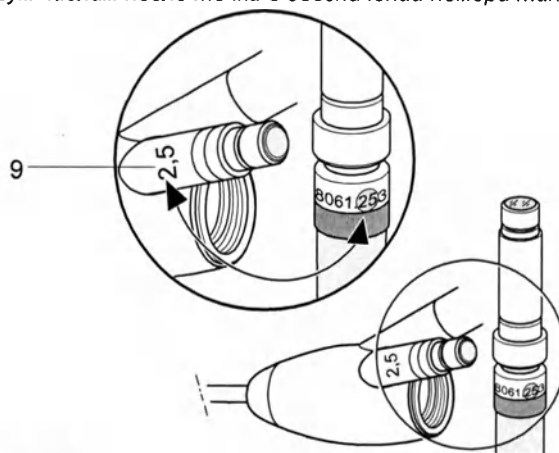

Рис. 3
Числовая характеристика диаметра волоконно-оптического кабеля (9) на соединительном элементе холодного света должна соответствовать двум числам после точки в обозначении номера типа. (рис. 3)